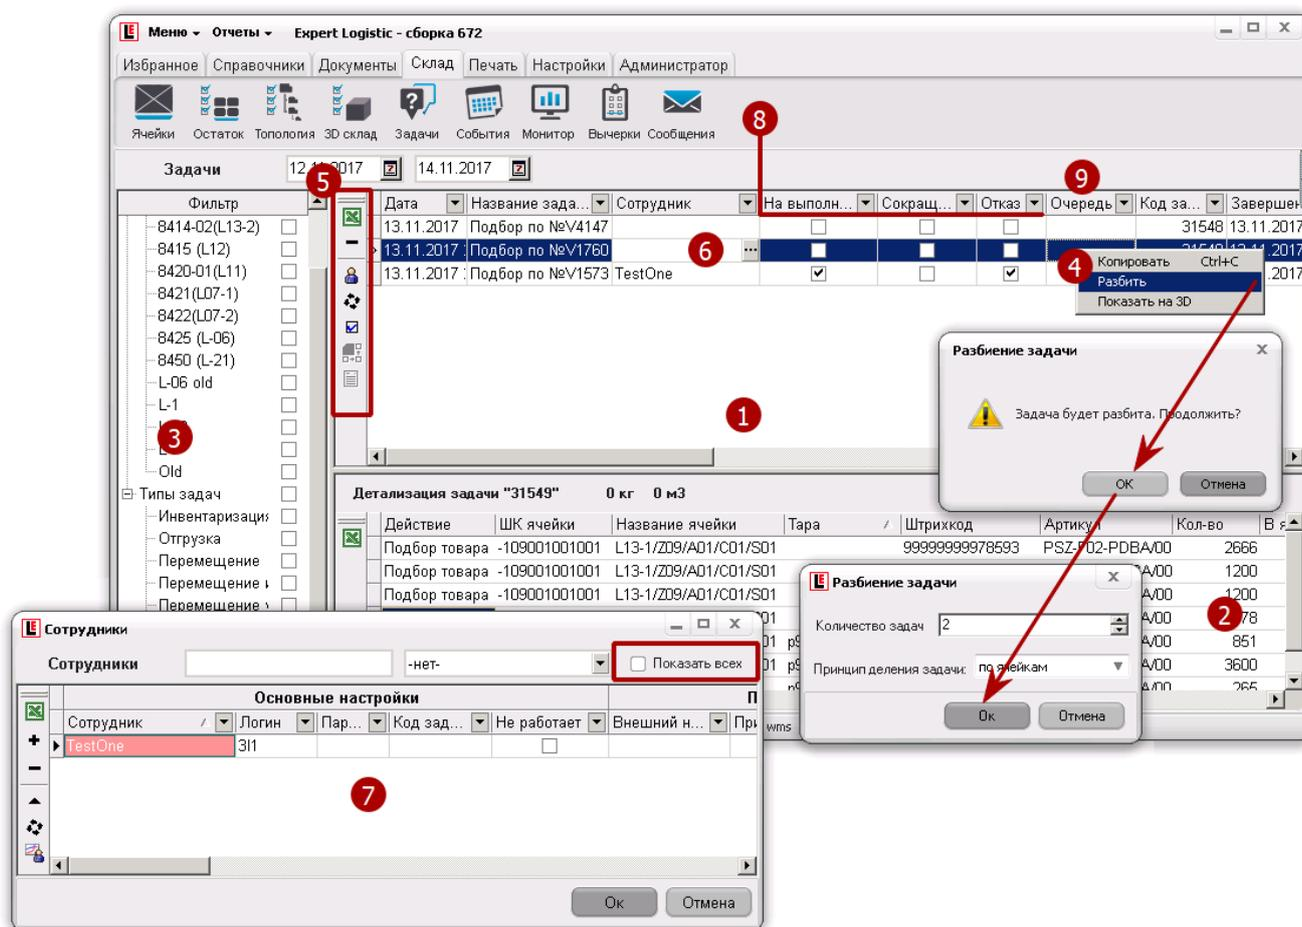

Рисунок 15.1.
Модуль «Склад - Задачи» содержит инструменты контроля и управления процессом выполнения задач Сотрудниками с ТСД. Интерфейс модуля организован в стандартном для системы виде (рис. 15.1):
В случае, если при расчете задачи на подбор создана задача с большим количеством строк, и выполнение ее Сотрудником с ТСД займет продолжительное время, Оператор WMS может разбить задачу на несколько более мелких для назначения их на нескольких сотрудников (рис. 15.1):
- 3) В модуле «Склад – Задачи» в столбце «Очередь» (рис. 15.1 маркер 9) ввести числовое значение (от 1 до 1000) очереди задачи, чем меньше значение, тем выше ее приоритет.